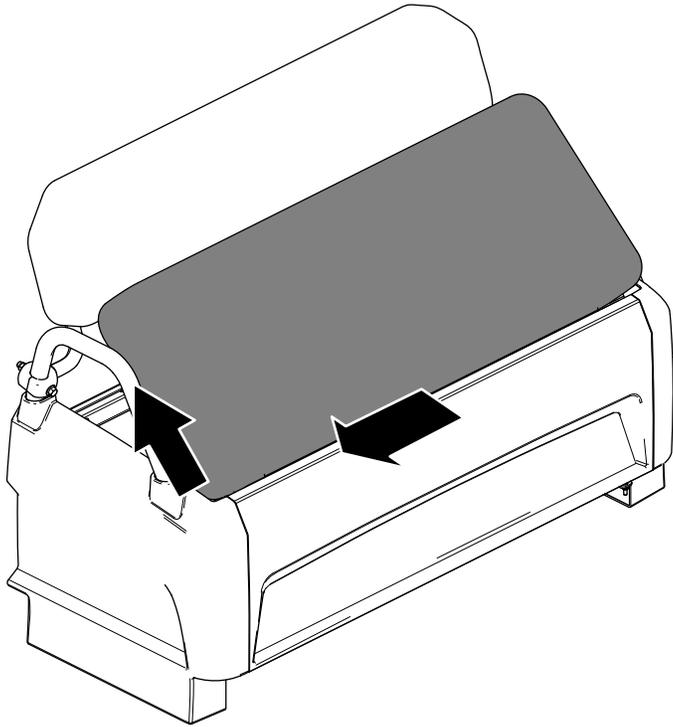

Рисунок 24
2. Сдвиньте подушку в сторону, чтобы снять ее со штифтов, и поднимите подушку вверх (Рисунок 24).